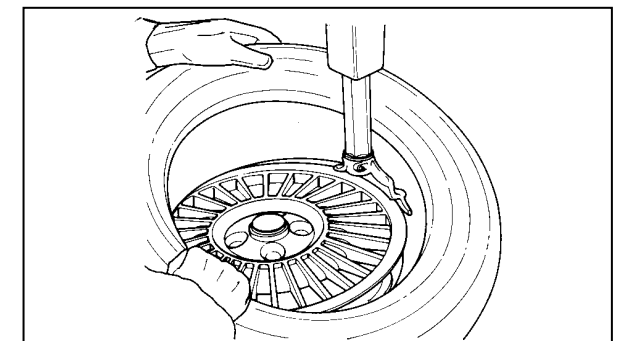

Fig. 17
B. Lock the rim on the turntable and rotate it to have the valve in 5 o'clock position. Place the tire to be mounted on the rim. Swing the mounting arm forward so that the mount/demount tool is in the working position. Engage the lower bead OVER the mounting wing and UNDER the mounting finger of the mounting tool. Turn the wheel clockwise and push the tire down into the drop center, opposite to the mount/demount head (Fig. 17).
B. Bloquer la jante sur l'autocentreur et la tourner pour avoir la vanne sur 5h. Mettre le pneu sur la jante. Approcher le bras déporté et mettre l'outil en position de travail. Engager le talon inférieur AU-DESSUS de l'ailette de montage et EN-DESSOUS de la languette de l'outil. Faire tourner l'autocentreur dans le sens des aiguilles d'une montre et pousser le talon dans le creux en position opposée à l'outil (Fig. 17)